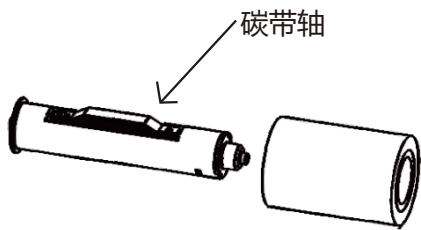

图16
- 1.将碳带从包装中取出, 打印机随机附有一组碳带轴(用于25毫米内径的碳带) 将碳带按照图16所示安装方式安装碳带.